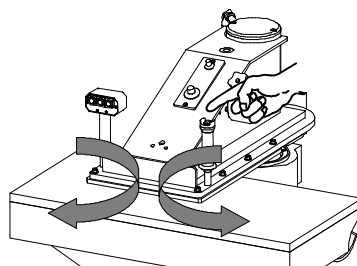

Abb. 11
b) Der Arm kann durch Betätigen der Kontrollknöpfe 180° nach rechts oder nach links geschwenkt werden. Auf dem rechten Griff befindet sich der Kontrollknopf für das 2-Händebedienungssystem (Abb. 11).